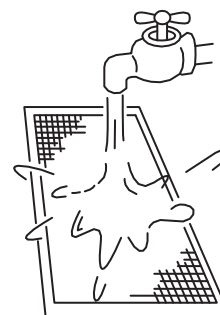

Abb.6-4
- Beim Reinigen mit Wasser sollte die Seite mit dem Lufteingang nach unten zeigen (Siehe Abb.6-4).